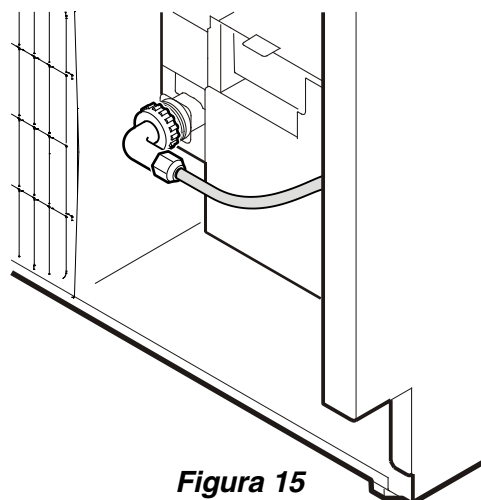

Figura 15
- Atornille el adaptador del diámetro exterior a la válvula magnética (**Figura 15**).